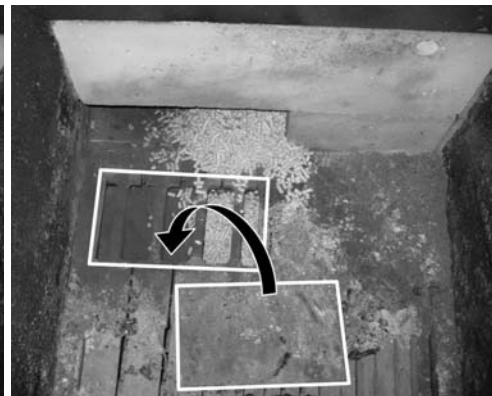

Abb. 7 Entaschung (optional) nicht vorhanden: Abdeckblech in Ausnehmung einlegen.
- Wenn Entaschung (optional) nicht vorhanden ist: Abdeckblech über der Schnecke in der Brennkammer einlegen (Abb. 7).